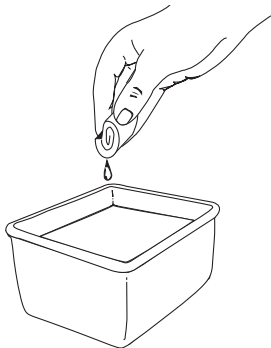

Fig. 20
3. Lave el filtro con agua y detergente (Fig. 20). Enjuague bien el filtro y déjelo secar.